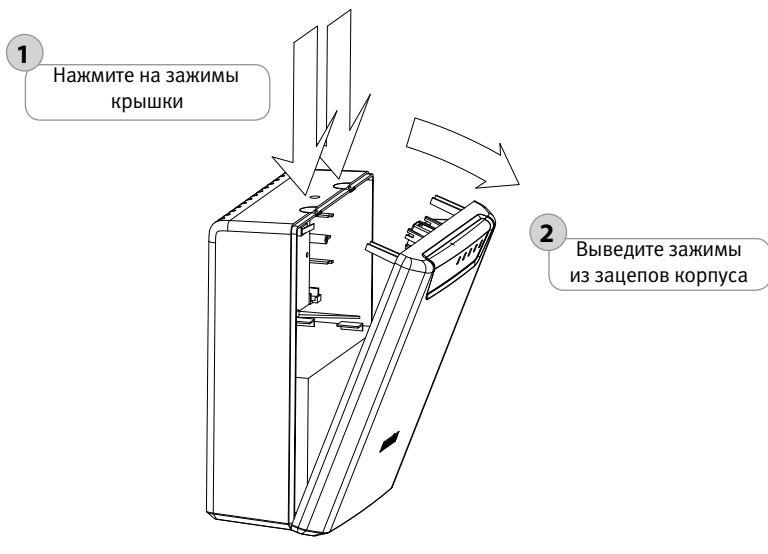

Рисунок 6. Снятие крышки
4. Снимите крышку в порядке, указанном на рис. 6.